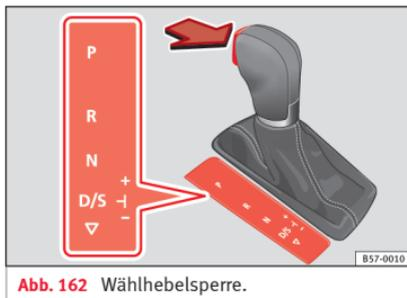

Abb. 162 Wählhebelsperre.
- Betätigen Sie das Bremspedal *und* halten Sie gleichzeitig die Sperrtaste in Pfeilrichtung gedrückt » **Abb. 162**.